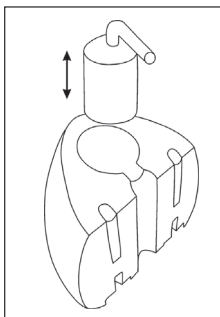

Fig. 6
2. Tragetii afara tancul de apa si scoateti filtrul anticalcar, ca in Fig. 6.